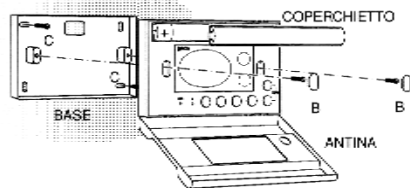

fig.2b
### INSTALLAZIONE A PARETE (fig.2b)
*Unico* va alimentato con due comuni pile Alcaline stilo da 1,5V che ne garantiscono il funzionamento per almeno due anni. Per l'inserimento delle pile abbassare l'antenna, sollevare il coperchietto (fig.2b) premendo sui lati più corti dello stesso, e posizionare le pile facendo attenzione alla polarità indicata all'interno del vano. *Unico* è dotato di due soglie di scarica delle batterie. Superata la prima soglia compare il simbolo "⊕" sul display mentre l'apparecchio continua a funzionare regolarmente. Al raggiungimento della seconda, *Unico* blocca completamente le sue funzioni di termoregolazione mentre il display visualizza solo l'ora, il giorno ed il simbolo di batteria scarica "⊕" lampeggianti. Durante la sostituzione delle pile i dati rimangono memorizzati per 3 minuti in assenza di alimentazione.